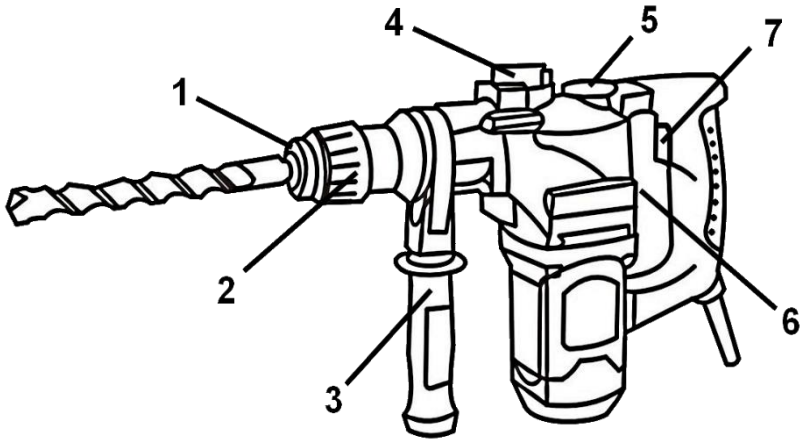

Рисунок 1
**4.1** Виберіть необхідний режим роботи виробу за допомогою перемикачів (4) та (6) (див. рисунок 1).
- ударно-обертальний режим - перемикач (4) (верхній) в положенні **T1**, перемикач (6) (задній) в положенні **T2**;
- ударний режим - перемикач (4) в положенні **T**, перемикач (6) в положенні **T2**;
- обертальний режим - перемикач (4) в положенні **T2**, перемикач (6) в положенні **2**.
**4.2** Для ввімкнення виробу натисніть на курок вимикача (7) (рис.1). Для відключення виробу слід курок відпустити.